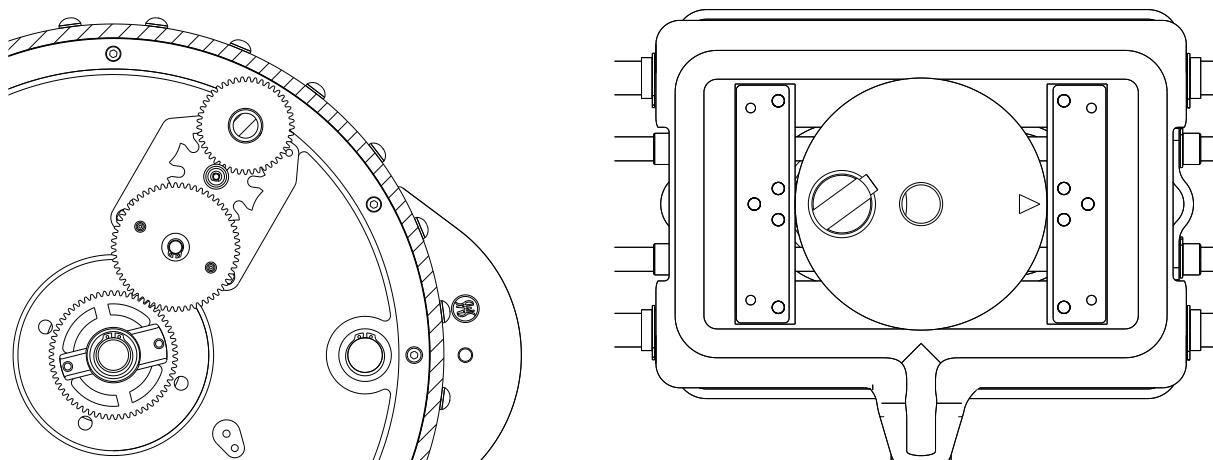

图 5-19
1. 要确保分接选择器和筒底齿轮在安装切换芯子时必须位于整定位置 (图 5-19)。